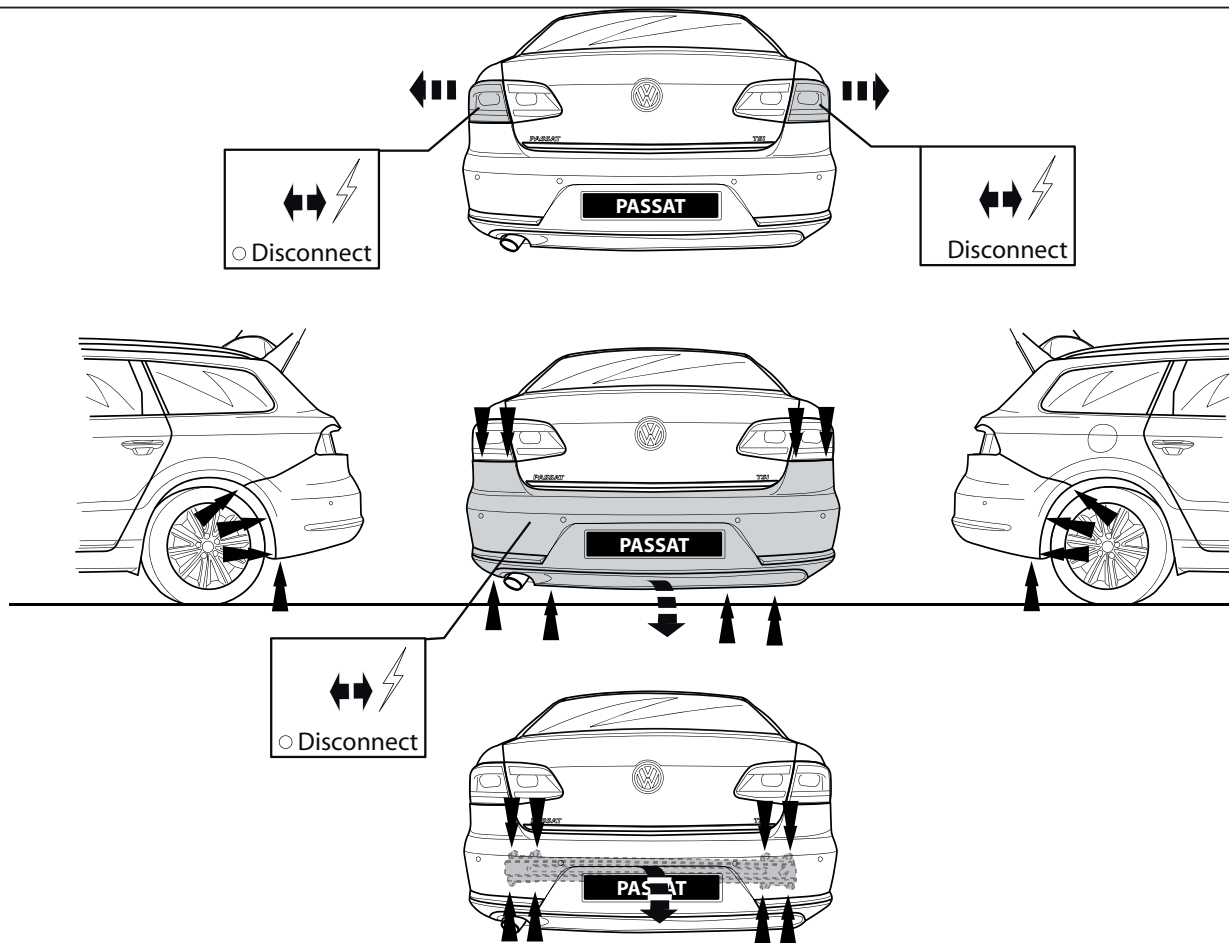

Fig. 1
2. Zdemontować z pojazdu zderzak wraz ze stalową belką zderzakową, belka zderzakowa nie będzie ponownie używana. Zderzak ponownie śruby. Patrz rysunek 1.
2. Снять бампер вместе со стальным буферным брусом автомобиля буферный брус больше не понадобится. Поставить болты на место. См. рисунок 1.
10. Выпилить часть из бампера в середине снизу, как указано на рис. 1.